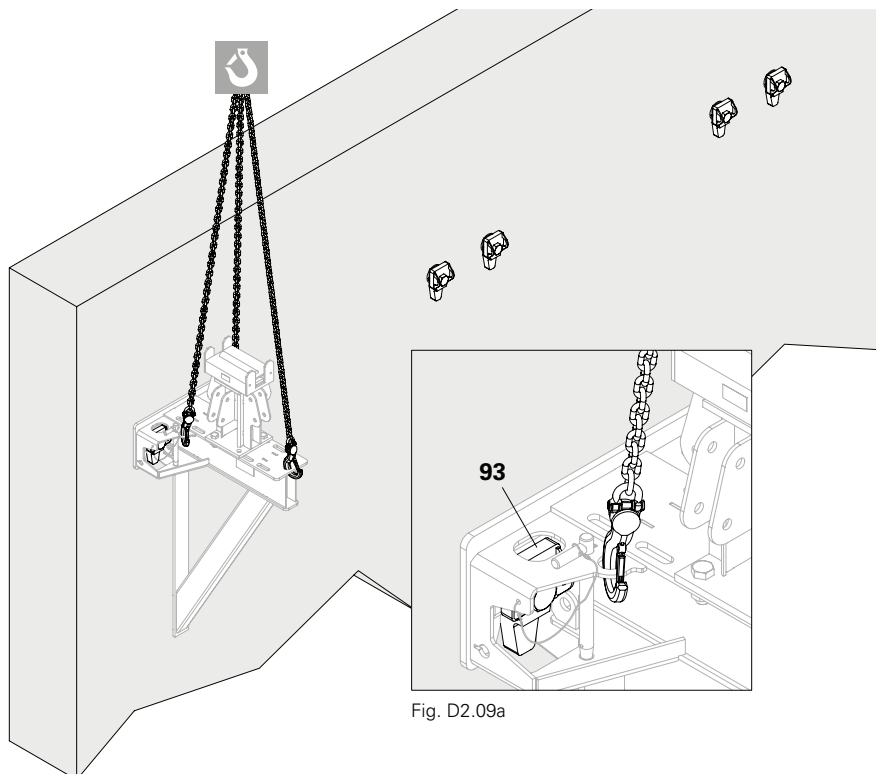

Fig. D2.09
1. Inserire la mensola di travi di orditura primarie Alpha con gru nella piastra di guida di ancoraggio-2 (**93**) fornita in dotazione. (Fig. D2.09 + D2.09a)